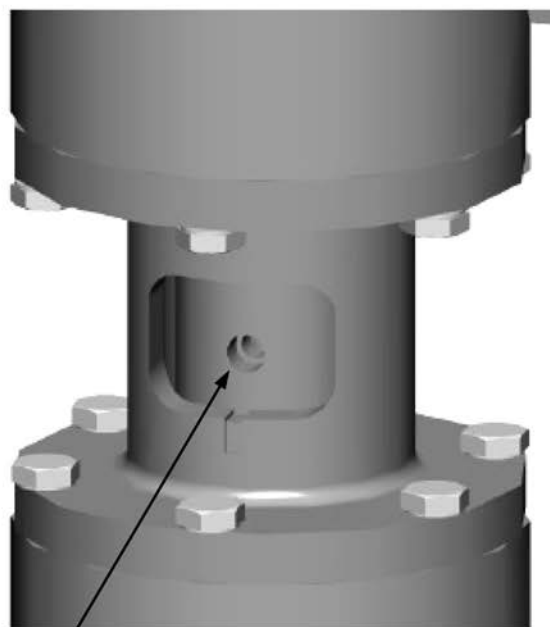

Figura 5 - Tamburo di regolazione
**Fase 5:** Se questa è la prima volta che l'unità viene regolata dopo l'assemblaggio, è necessario rimuovere la vite di bloccaggio dal foro radiale nel tamburo di regolazione. Questa operazione può richiedere la rotazione del tamburo fino a che non è possibile accedere al foro che contiene la vite di bloccaggio. Dopodiché ruotare il tamburo di regolazione della sensibilità a destra fino a che la rotazione è possibile (in direzione dei numeri crescenti). Ruotare poi il tamburo di una (1) rotazione completa a sinistra (utilizzare i numeri come guida). (Vedere la figura 5)